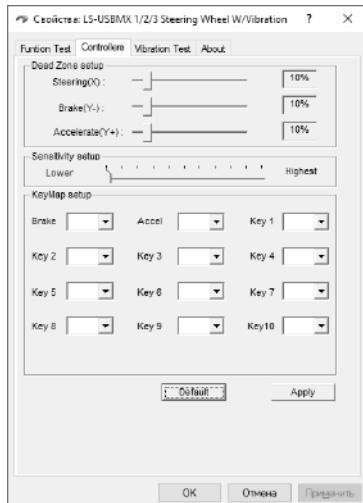

Рис. 8
• Выберите вкладку «Controllers» для настройки осей и клавиш (рис. 8). Настройка осей и клавиш (не поддерживается ОС Vista 64)
а) настройка Dead Zone setup («мертвой зоны»): манипулятор не будет реагировать на незначительное нажатие на педали газа (Accelerate Y+) и торможения (Brake Y-) и повороты руля (Steering X), поэтому нужно установить необходимые поправки (рис. 8);
- настройка Sensitivity setup (чувствительности): чем выше установлена чувствительность, тем быстрее и оперативнее будет реакция манипулятора на нажатие педалей и повороты руля, поэтому нужно установить необходимые установки – в пределах от Lower (низкого) до Highest (см. рис. 8);
- разделе KeyMap Setup можно перепрограммировать значение клавиши: для этого напротив обозначения клавиши необходимо выбрать нужное значение (см. рис. 8);